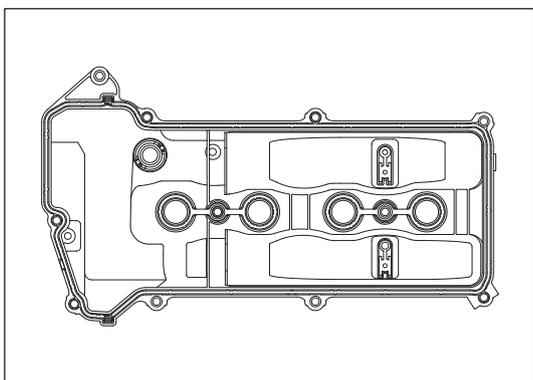

Рис. 12-2-5. Проверка крышки головки блока цилиндров
(2) Проверить прокладку на наличие повреждений; если имеются повреждения, заменить ее, как изображено на рис. 12-2-5.
(3) Проверить прокладку крышки головки блока цилиндров на растрескивание, износ и т. д.; если имеются повреждения, заменить ее.